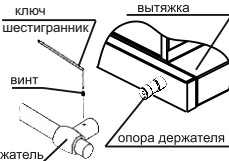

рис. 6
- 6.4 Для вытяжки *Интегра 50/60П-400-B2Л* рейлинг. После установки вытяжки, необходимо прикрепить рейлинг рис. 6.